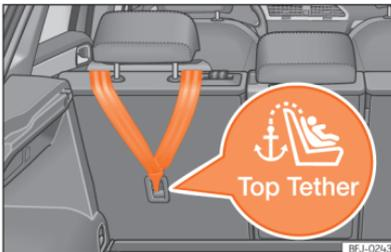
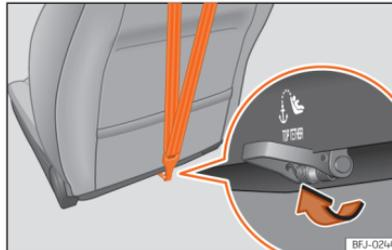

Abb. 47 Rückseite der Rücksitzbank der zweiten Reihe: Halteösen für den Top Tether Haltegurt.
Abb. 48 Rückseite der Beifahrersitzlehne: Verankerung für den Top Tether Haltegurt.
- Den Haltegurt verschieben und ordnungsgemäß an der Verankerung des hinteren Teils der Rückenlehne befestigen »» (Abb. 47) , »» (Abb. 48).